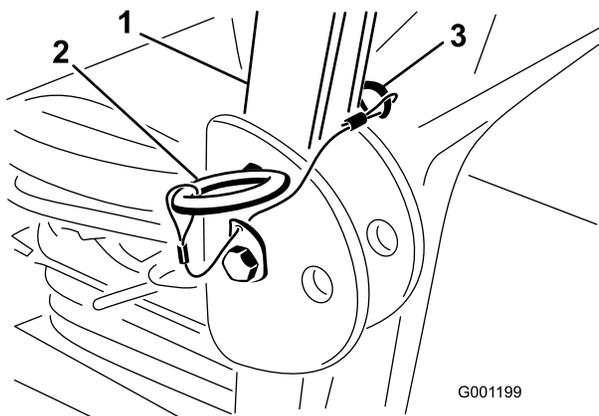

Рисунок 8
1. Извлеките игольчатые шпильки и снимите 2 штифта с защитной дуги (Рисунок 8).
2. Поднимите защитную дугу в верхнее положение, вставьте 2 штифта и закрепите их игольчатыми шплинтами (Рисунок 8).